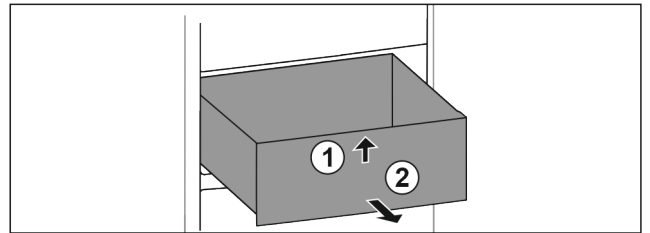

Fig. 84
- ▶ Ridicați sertarul în față. Fig. 84 (1)
- ▶ Extrageți sertarul spre înainte. Fig. 84 (2)